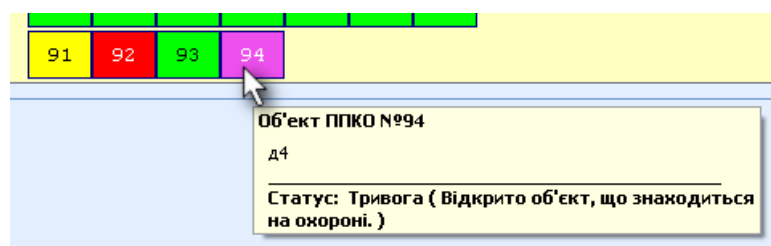

Рисунок 21: Состояния объектов ППКО
7.6.4. Объекты ППКО характеризуются следующим перечнем состояний (рис. 21):